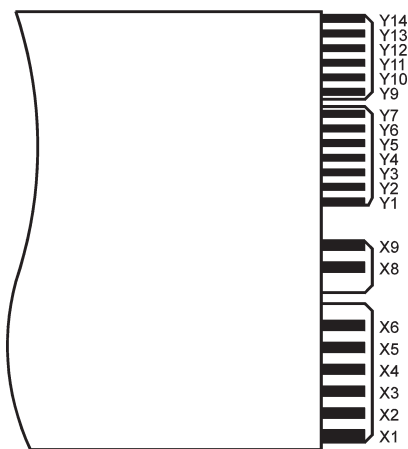

Fig. 100 MES^{PLUS} – module circuit de chauffage
- La diode lumineuse jaune du module s'allume (voir MES INFINITY Fig. 69 à la page 33 ou MES^{PLUS} Fig. 100 à la page 56) ; dans le cas contraire, commencer par « déconnecter », point 5.10.2, puis point 5.10.1).